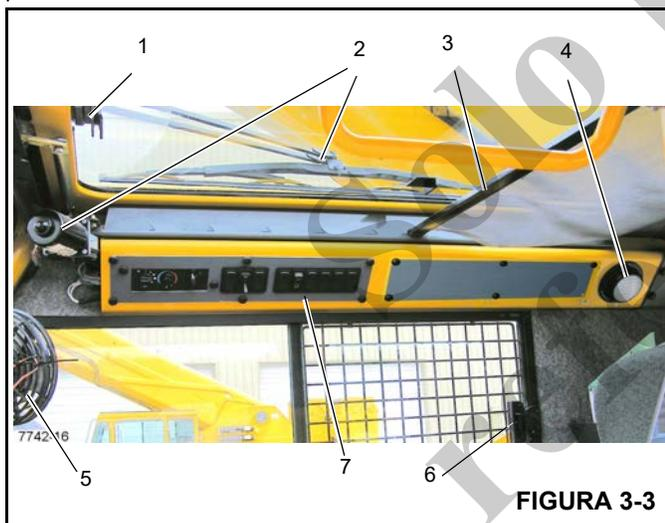

FIGURA 3-3
El pestillo de la ventana del techo (1) (Figura 3-3) se encuentra en la parte delantera de la ventana. Apriete el
El limpiacristal de la ventana del techo (2) (Figura 3-3) se controla por medio del interruptor del limpiacristal de la ventana del techo (4) (Figura 3-4), y su funcionamiento es controlado por el motor del limpiacristal.
La visera de la ventana del techo (3, Figura 3-3) se utiliza para reducir la luz solar directa. La visera es autorretraíble y se puede utilizar para filtrar el ingreso de luz solar o se puede ajustar hacia atrás y trabarse en las muescas provistas.
La luz interior de techo (4, Figura 3-3) se encuentra en la esquina trasera derecha de la consola superior de la cabina y provee iluminación a la cabina. La luz de techo interior se controla por medio de un interruptor ubicado en la lámpara misma.
El ventilador de circulación de la cabina (5, Figura 3-3) se encuentra en el lado delantero derecho de la cabina, encima del marco de la ventana. Una unión giratoria permite girar el ventilador y en su base se encuentra el interruptor de control. El interruptor tiene las posiciones alta, baja y apagado.
La ventana del lado derecho de la cabina se puede abrir. Apriete el pestillo (6, Figura 3-3) para soltar la ventana y deslizarla hacia adelante. Para cerrar, deslice la ventana hacia atrás hasta que el pestillo se trabe.
sión (7) (Figura 3-3); presione el interruptor para aumentar o reducir la iluminación del tablero.